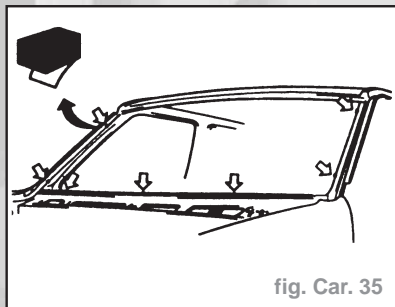

fig. Car. 35
- Poser des pièces d'écartement (flèches) sur les côtés et sur la partie inférieure du cadre - sept positions (fig. Car. 35).